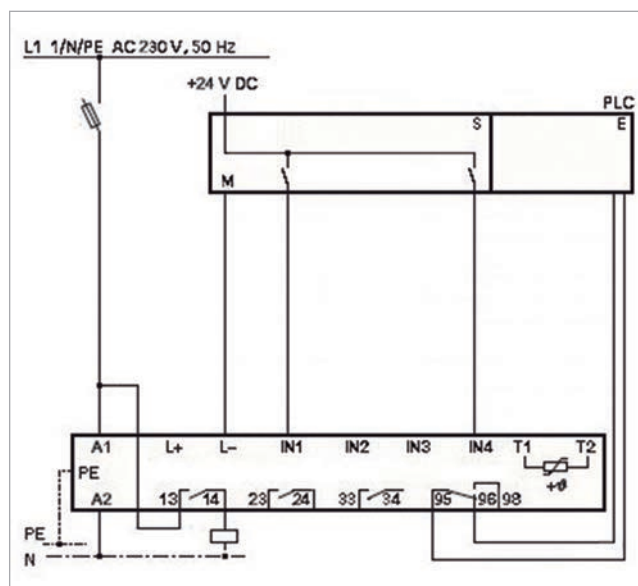

Figura 4. Ejemplo de conexiones electrónica de un arrancador suave.
El esquema de la figura 4 muestra el modo de interconectar a las salidas (S) de un equipo PLC con las entradas de uno de arranque suave; se muestran como contactos, pero en realidad se pretender indicar a una salida electrónica a transistor. Una salida a relé de un PLC se cablea del mismo modo que un contacto eléctrico, como vimos en la figura 3.
En la misma figura 4 se muestra como cablear a la bobina de un contactor mediante un contacto de salida del arrancador suave en un circuito alimentado por 230 Vca y como cablear a un contacto de salida del mismo a una entrada (E) del equipo de automatización.